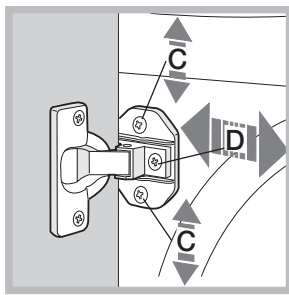

Fig. 7
- Para regular la posición del panel de madera en sentido vertical y horizontal, accionar los tornillos **C** y **D** como se indica en la *fig. 7*.